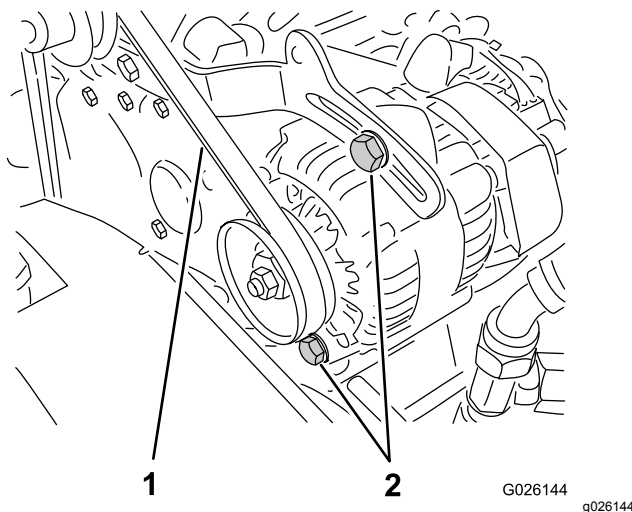

Figura 58
2. Verifique a tensão pressionando a correia a meio curso entre o cárter e as polias do alternador com uma força de 10 kg (Figura 58).
- A. Desaperte os 2 parafusos de fixação do alternador (Figura 58).
- B. Utilizando uma barra de apoio, rode o alternador até atingir uma tensão adequada da correia; depois, aperte os parafusos de montagem (Figura 58).